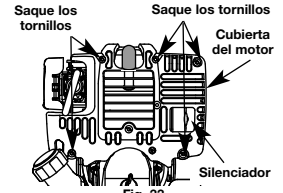

Fig. 33
1. Quite los cinco (5) Tornillos de posteriora de la cubierta del motor con un destornillador de pala o Torx #20 (Fig. 33).
5. Saque la cubierta del motor (Fig. 33 & 34).